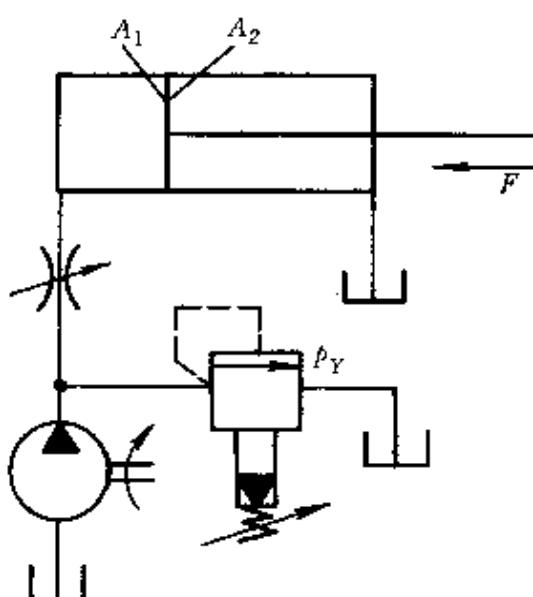

图 7-51 进口节流调速回路
(2) 组成该回路的基本回路 有换向回路、出口节流调速回路、快速运动回路和速度换接回路。
**例 17** 在图 7-51 中，已知  $A_1=100 \text{ cm}^2$ ,  $A_2=50 \text{ cm}^2$ , 负载  $F_1=25 \text{ kN}$ 。求节流阀压降  $\Delta p=0.3 \text{ MPa}$  时，溢流阀的调整压力  $p_Y$  是多少？当溢流阀按上述调好后，负载  $F$  由 25kN 降至 15kN 时，液压泵工作压力有何变化？液压